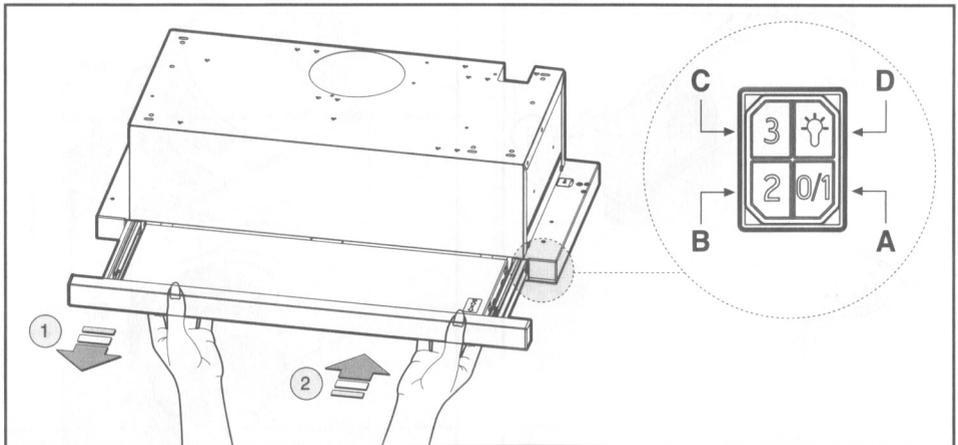

Fig.9.2
• **Сигналы управления slider (Рис.9.2)** символика указана ниже: